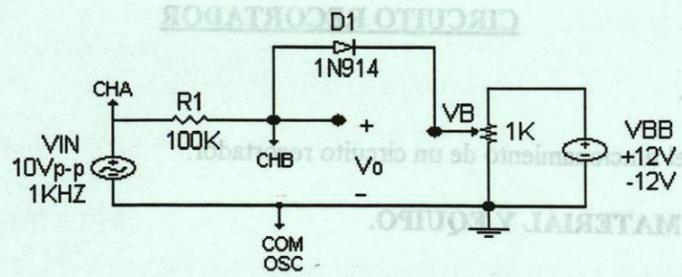

Figura 1. Circuito recortador.
1.- Calcular el valor de la resistencia R_i del circuito de la figura 1. Considere el circuito de diseño visto en el libro de texto.
En el circuito recortador serie de la figura 1, el diodo únicamente conduce cuando la señal de entrada V_{in} excede al voltaje de referencia V_B . De tal manera que el comportamiento del circuito se puede resumir de la siguiente manera